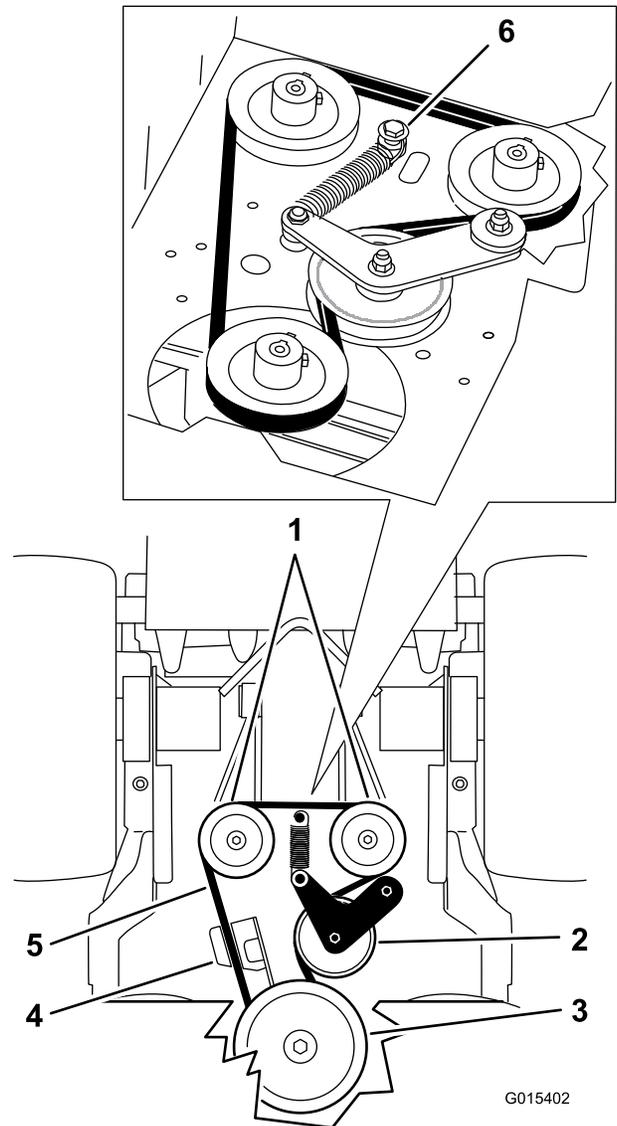

Figura 70
- Retire el perno de cuello largo, la tuerca y la arandela (que están conectados al muelle) de la carcasa del motor (Figura 70).
- Retire la correa de transmisión de la bomba (Figura 70).
- Instale el muelle en el perno de cuello largo y la arandela, y conéctelo a la carcasa del motor con la tuerca (Figura 70).